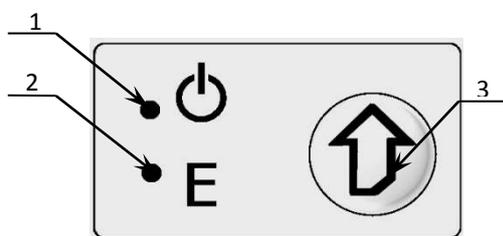

Рисунок 2. Панель управления
3. Панель управления (рисунок 2).